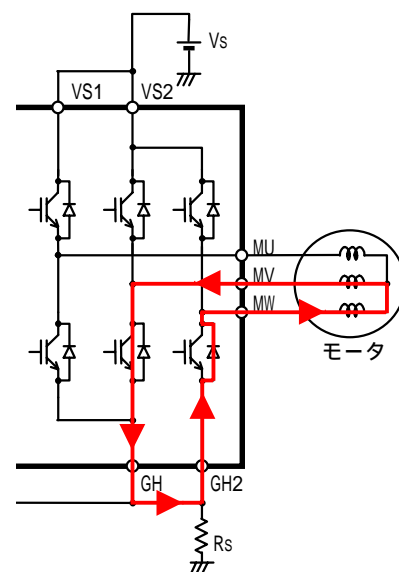

図9 . 還流電流の一例
(9) 過電流検出の動作
- ・過電流検出回路は R_s シャント抵抗に正方向に流れる電流をRS端子で検出し、電流制限用基準電圧に達すると、下アーム出力を遮断する構成となっています。この場合シャント抵抗に流れない電流、例えば還流電流（図9参照）等は検出できません。